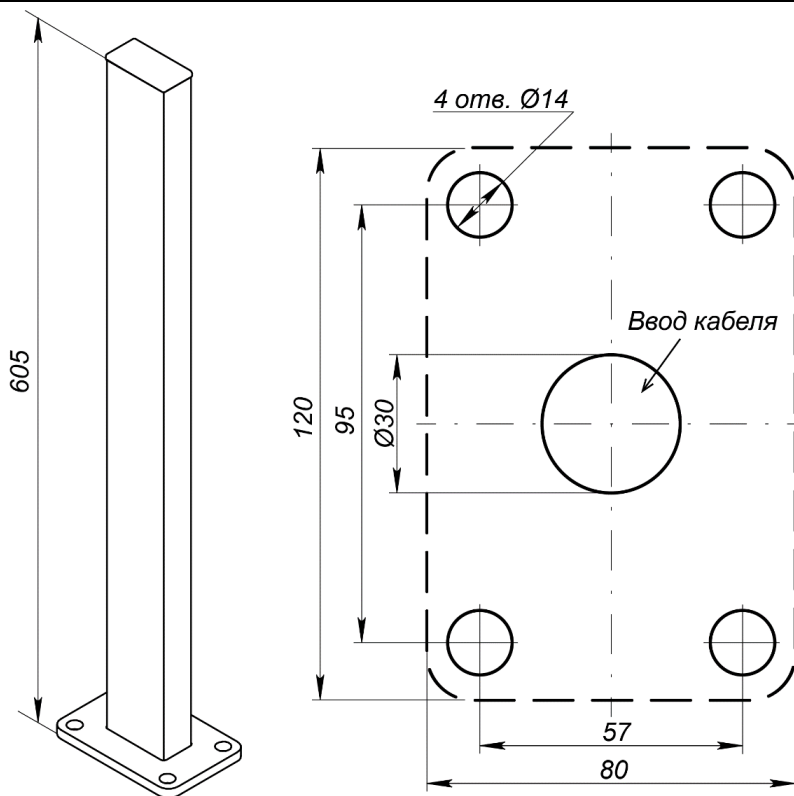

Рисунок 13. Внешний вид и схема разметки отверстий для установки стойки для фотоэлемента безопасности **PERCo-GDS1**
Фотоэлемент безопасности может устанавливаться на стойке **PERCo-GDS1** (входит в дополнительный комплект поставки) (см. рис. 13).
2. Выполните в установочной поверхности отверстия под гильзы анкеров в соответствии со схемой разметки (см. рис. 13), а также штробы для проводов питания и соединения при необходимости. Размер отверстий на схеме указан для анкеров типа PFG IH8 («SORMAT»), при использовании других типов анкеров необходимо выполнять отверстия соответствующих им диаметра и глубины.